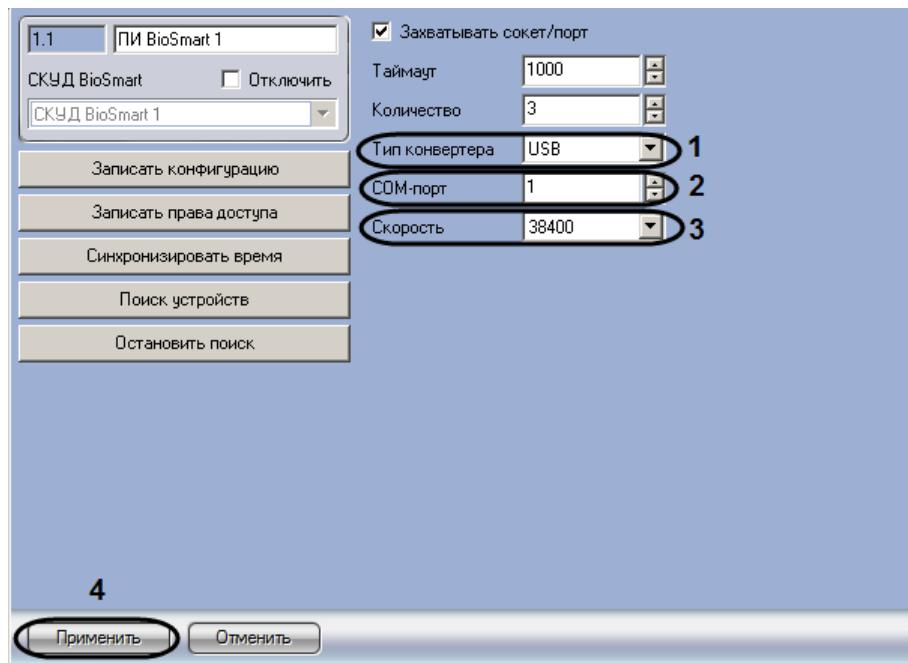

Рис. 3.3—3 Настройка подключения контроллеров BioSmart через конвертер USB-485
1. Перейти на панель настроек объекта **ПИ BioSmart** (Рис. 3.3—3).
2. Из раскрывающегося списка **Тип конвертера** выбрать значение **USB** (см. Рис. 3.3—3, 1).
3. В поле **СОМ-порт** ввести с помощью кнопок **вверх-вниз** номер виртуального СОМ-порта, используемого для подключения *СКУД BioSmart* (см. Рис. 3.3—3, 2).